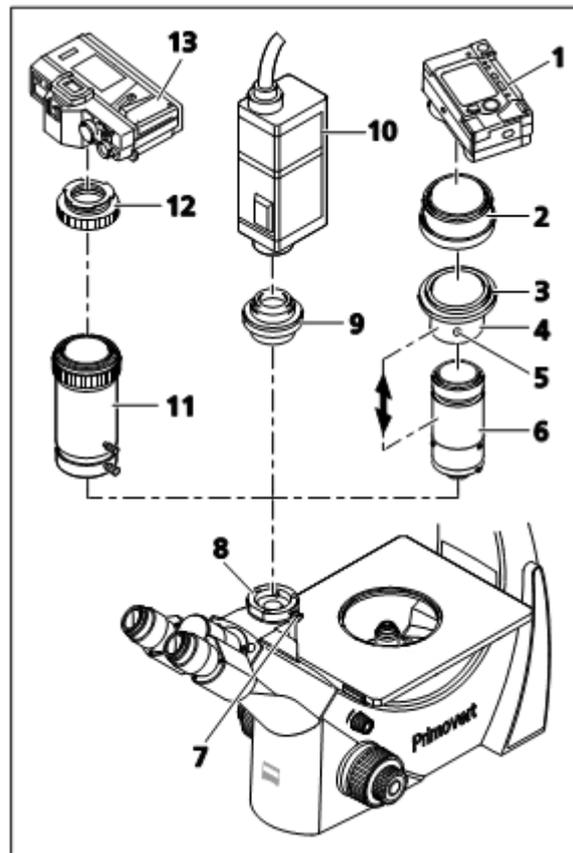

图 19 连接摄像头
- 拧松固定螺丝（图 19/7），并从双目三目相机镜筒的摄像头端口（图 19/8）上取下防尘盖。
- 滑动架（图 19/4）、螺纹接口环 M37/52（图 19/3）和透镜架（图 19/6）作为数码摄像头适配器 P95 M37/52x0.75 预先组装提供。反面的图显示了该装置的拆卸图。此外，您可以从滑动架（图 19/4）上拧下螺纹接口环 M37/52（图 19/3），这样您就可以连接到 M37 螺纹的摄像头。
- 将连接环（图 19/2）（相应摄像头的可选附件）安装到摄像头上（图 19/1）（见摄像头使用说明书）。
- 将包含滑动架（图 19/4）、螺纹接口环 M37/52（图 19/3）和透镜架（图 19/6）的装置拧入连接环（图 19/2）中。
- 将带相机适配器的摄像头尽可能深地插入三目相机镜筒中。将其对齐，并使用固定螺丝（图 19/7）固定。
- 根据使用的显微镜装置或摄像头，可能需要优化摄像头镜头和镜头架（图 19/6）（见双箭头）之间的距离。如果不可能在摄像头镜头的任何变焦位置获得未变晕的图像，那么这一点尤为必要。如遇到该情况，请按下面的说明调节摄像头：
- 拧松固定螺钉（图 19/5）。
- 重新拧紧固定螺丝（图 19/5）。
带 C-螺纹的摄像头应通过摄像头适配器 P95-C 2/3" 0.65x 或 P95-C 1/2" 0.5x (图 19/9) 连接到显微镜的三目相机镜筒上。
将摄像头（图 19/10）或单反摄像头（图 19/13）（该摄像头使用 T2 适配器（图 19/12））与相应的摄像头适配器（图 19/9 或 11）一起尽可能深地放入三目相机镜筒中，将其对齐，并使用固定螺丝（图 19/7）拧紧。